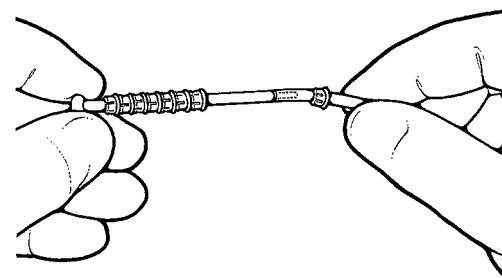

Figura 4-19a. Colocación del anillo con collar en el tubo
4. Deslice el anillo con collar en el tubo (**Figura 4-19a**), asegurándose de que los dientes del anillo con collar miren hacia el extremo del tubo.